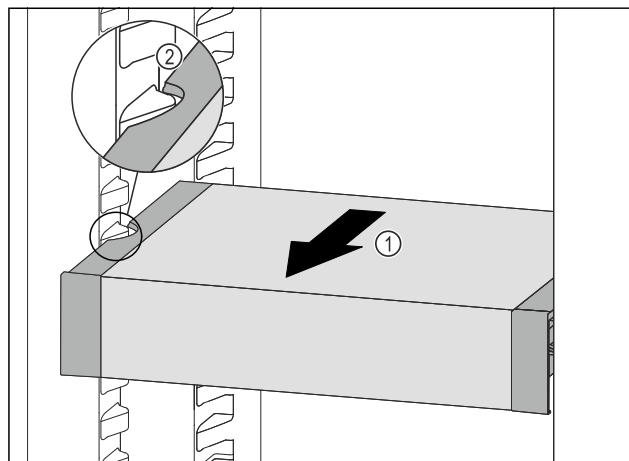

Fig. 209
- Tirer le VarioSafe vers l'avant Fig. 209 (1) jusqu'à ce que les encoches latérales du VarioSafe se trouvent au niveau de la nervure du bac dans la partie réfrigérateur. Fig. 209 (2)